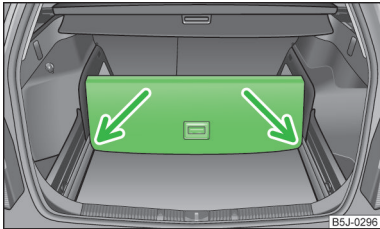

Abb. 67
- Den Teil mit der Halterung anheben und diesen durch Einschieben in die mit Pfeilen gekennzeichneten Nuten sichern » Abb. 67.